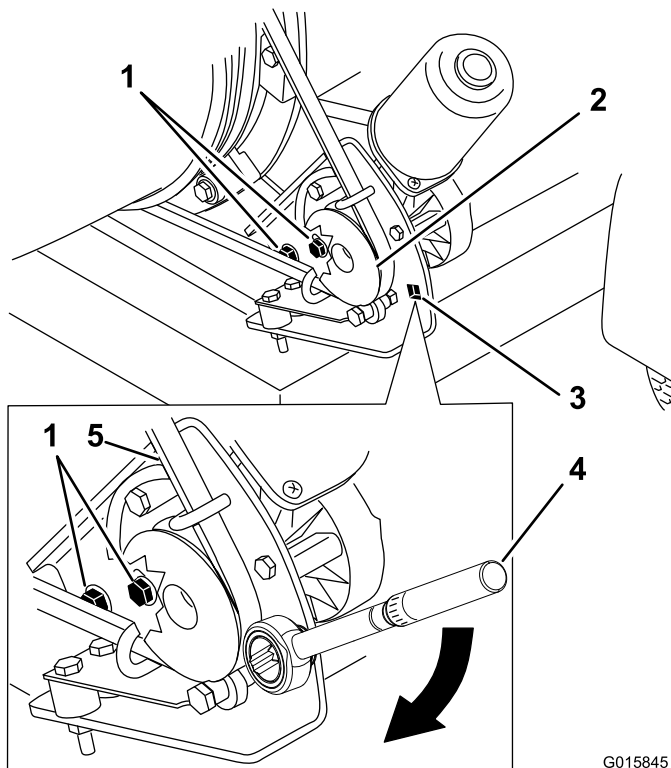

Figure 30
1. Desserrez les boulons qui fixent le support de la poulie au cadre du souffleur (Figure 30).
2. Placez une clé dynamométrique dans le support de poulie (Figure 30).
3. Faites pivoter le support de poulie pour l'éloigner de l'embout jusqu'à ce que la clé dynamométrique indique 22,6 à 26 N·m (Figure 30).